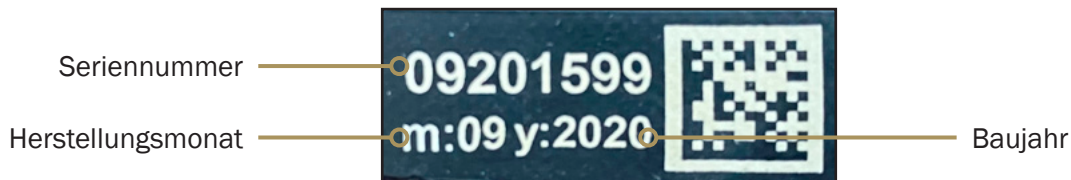

Abbildung 4.4: Seriennummer eines SAVA-Hebekissens
Das Beispiel in Abbildung 4.4 zeigt ein SAVA-Hebekissen, hergestellt im September (09) 2020 (20).